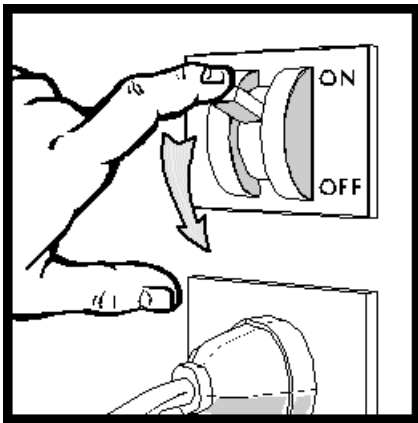

fig. 19
IMPORTANT: EN AMONT DU MEUBLE DOIT ÊTRE INSTALLÉ UN INTERRUPTEUR DISJONCTEUR OMNIPOLAIRE AYANT UNE DISTANCE MINIMUM ENTRE SES CONTACTS DE 3 mm ET UN POUVOIR COUPANT ADÉQUAT (voir fig. 19). La position de l'interrupteur disjoncteur doit permettre facilement son actionnement de la part de l'opérateur en toute situation d'urgence (distance maximum 3 m). Informer toute personne utilisant le meuble sur la position de cet interrupteur.
AVANT TOUTE OPÉRATION DE NETTOYAGE ET D'ENTRETIEN PAR L'UTILISATEUR DÉBRANCHER LE COURANT EN COUPANT LE DISJONCTEUR GÉNÉRAL (fig.19)
- Débrancher le courant par le disjoncteur général (fig.19)
EN CAS DE FUITE DE GAZ OU D'INCENDIE, ne pas entrer dans la pièce si celle-ci n'a pas été aérée parfaitement, Débrancher le meuble en éteignant le disjoncteur en amont du meuble (fig. 19). NE PAS UTILISER D'EAU POUR ÉTEINDRE LES FLAMMES MAIS SEULEMENT DES EXTINCTEURS À SEC.
IMPORTANT: AHEAD OF THE CABINET THERE MUST BE A MULTIPOLAR CUTOFF SWITCH WITH CONTACTS SPACING AT LEAST 3 mm AND WITH THE ADEQUATE CIRCUIT-BREAKING POWER (see fig. 19). The position of the cutoff switch must enable its actuation in any EMERGENCY situation (maximum distance 3 m). Show the position of the cutoff switch to any prospective operator.